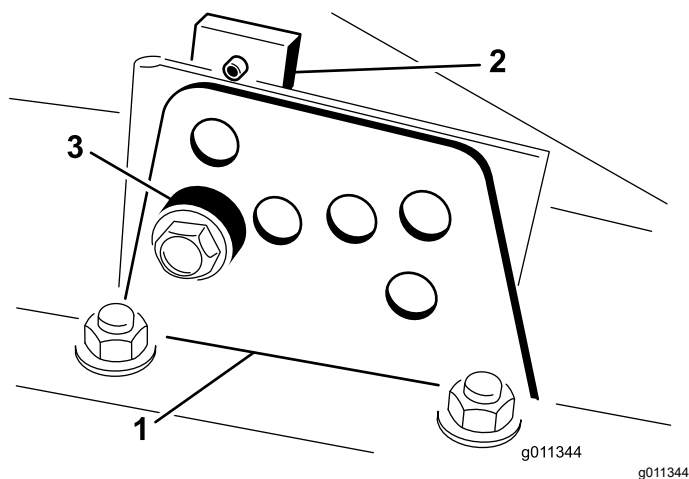

図 3
2. 各刈り高ブラケットを刈り高プレート前と右と左に固定しているボルトをゆるめる 図 3。
4. チェンバを支えておきながらスペーサを取り外す 図 3。